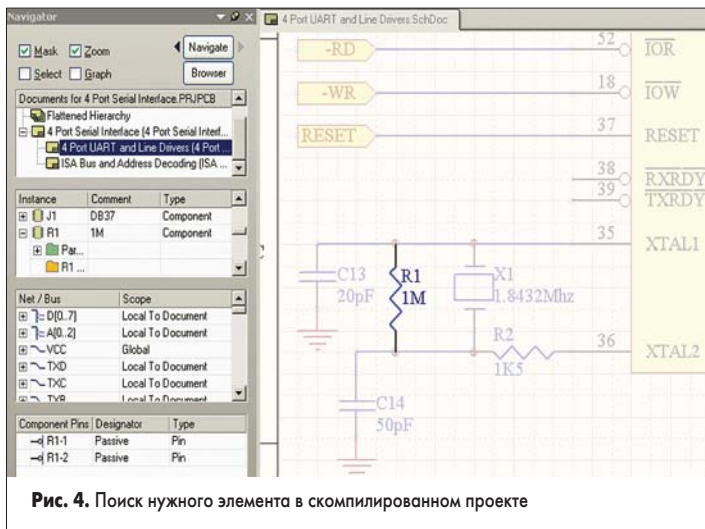

Рис. 4. Поиск нужного элемента в скомпилированном проекте
10. С помощью линейки прокрутки пролистываем список компонентов во втором поле и щелкнем левой кнопкой мыши на компоненте R1. Редактор схем переключится в режим оптимального отображения данного резистора, а в самом нижнем поле панели Navigator появится список его выводов (рис. 4).